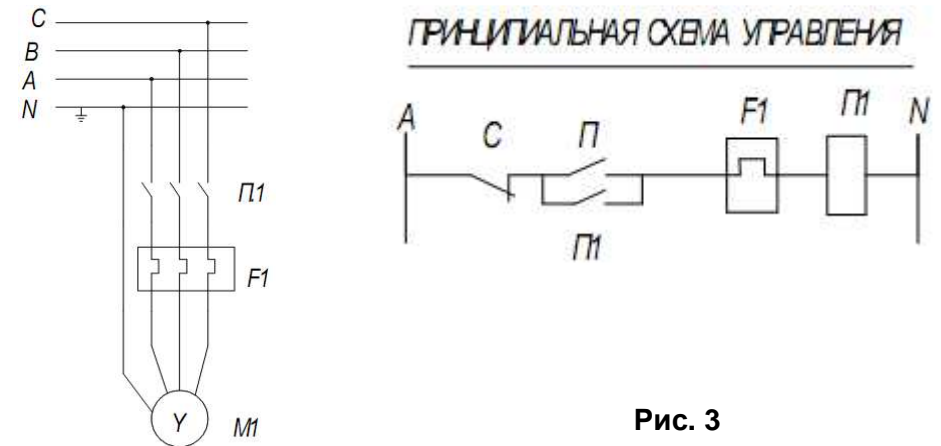
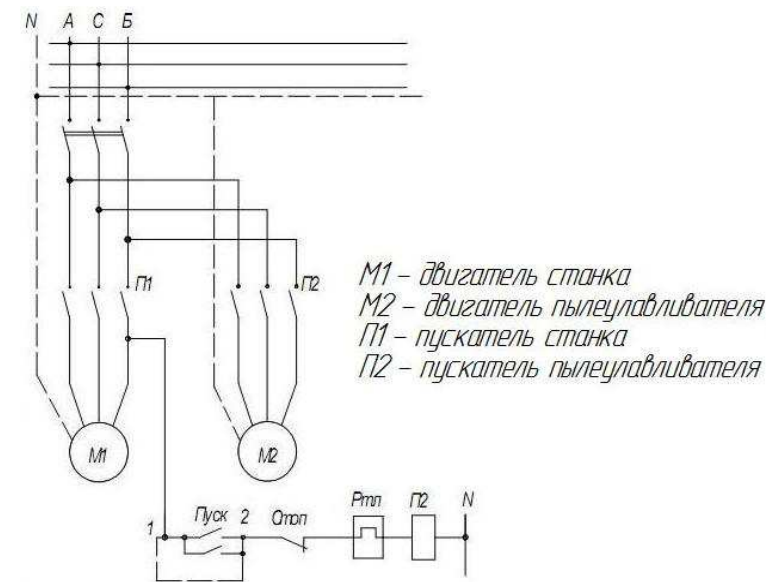

Рис. 3
Рис. 4
4.3.2. Подключить пылеулавливатель к сети питания согласно схеме подключения (см. рис. 3, рис. 4).
Схему подключения рис. 3 применять при эксплуатации пылеулавливателя в автономном режиме.
Схему подключения рис. 4 применять при эксплуатации пылеулавливателя совместно с обслуживаемым станком, для обеспечения блокировки, не позволяющей включать станок при неработающей вытяжной вентиляции, для удаления отходов.